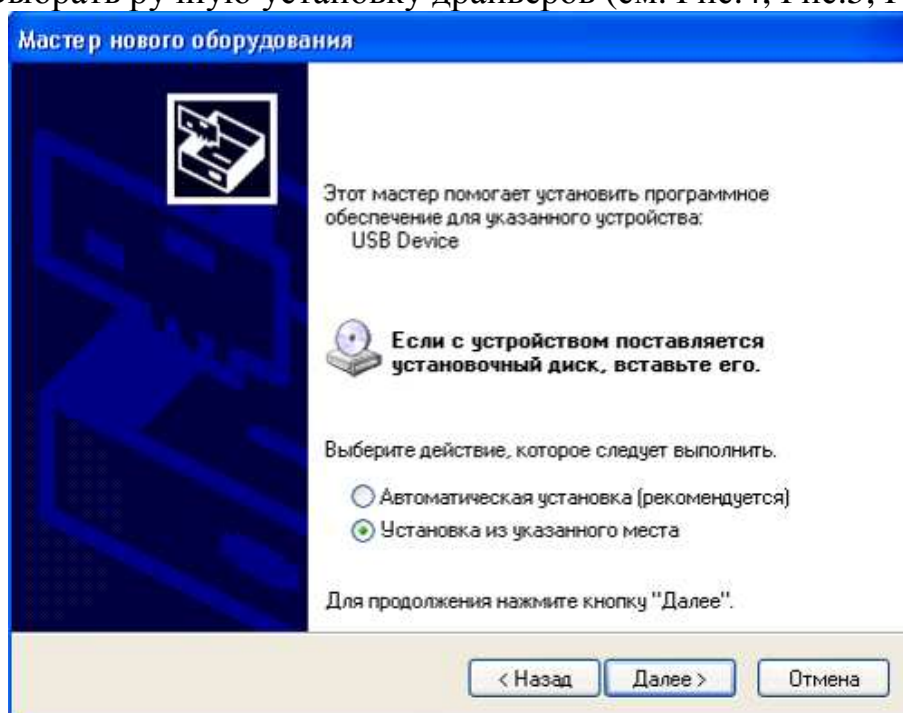
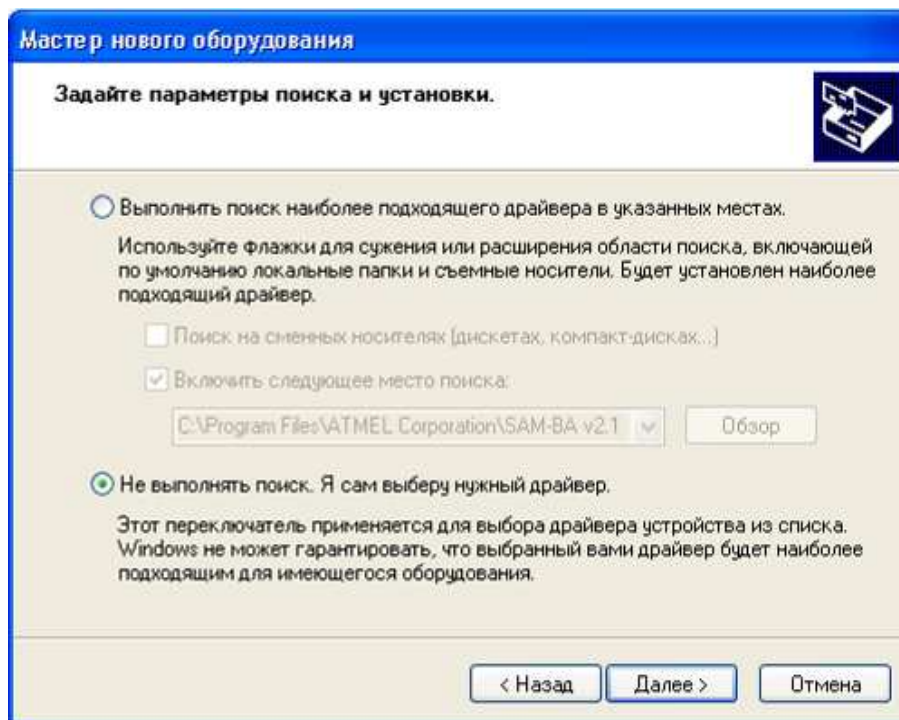
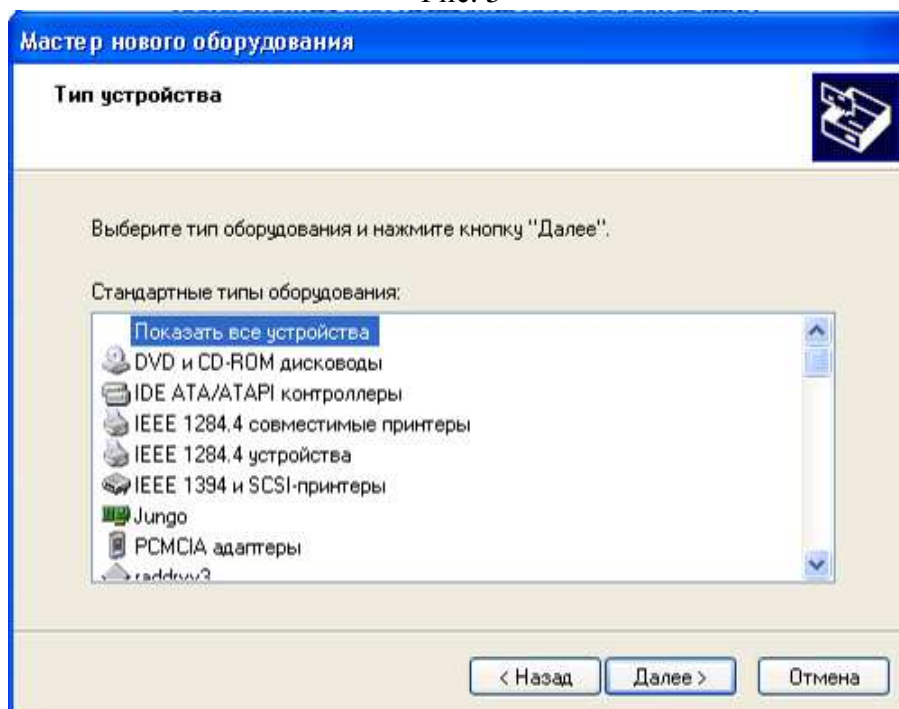

Рис. 4
Рис. 5
Рис.6
6) Выбрать ручную установку драйверов (см. Рис.4, Рис.5, Рис.6)